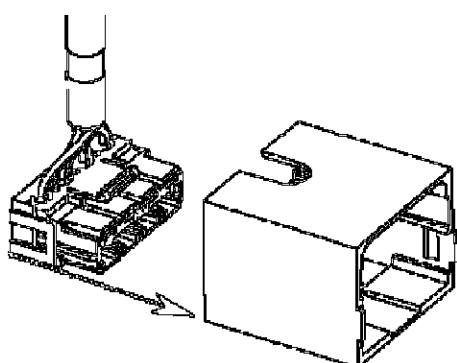

Abbildung 8 / Figure 8
12. Randsteckverbinder mit Kabel in das AMP CO Plus Gehäuse einrasten (siehe Abbildung 8).
12. Insert edge connector into AMP CO Plus housing (see figure 8).